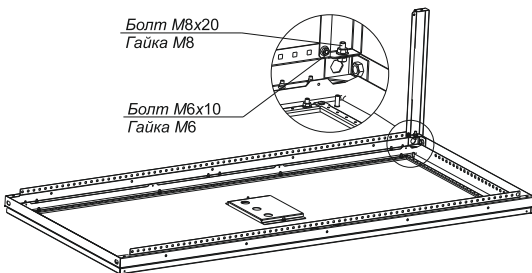

Рисунок 1
1.2 Установите стяжку на раму и закрепите её болтом M8x20 с гайкой M8 по торцу стяжки, а также болтом M6x10 с гайкой M6 через квадратное отверстие. Головка болта должна быть с внешней стороны корпуса (рисунок 1).